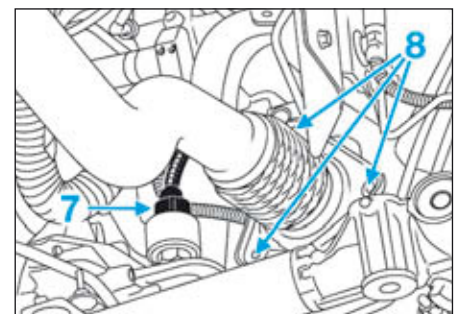

FIG.5
- Dévisser le connecteur (7) (Fig.5) du chronotachygraphe si le véhicule en est équipé.
- Déposer les écrous (8) et le joint de la bride d'échappement.